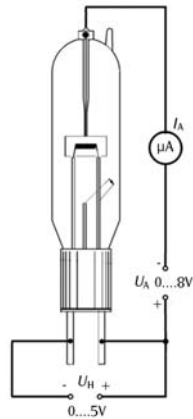

Fig. 3a Schaltungsaufbau zur Untersuchung des Anlaufbereichs
- Schaltung gemäß Fig. 3a/b vornehmen.